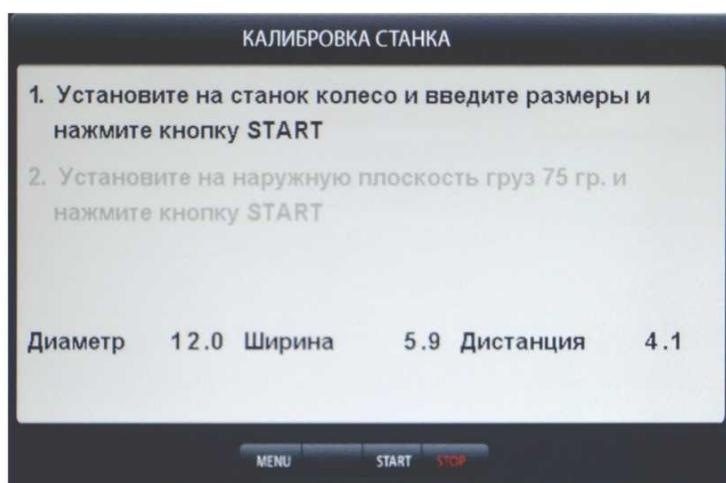

рис.19.1
КАЛИБРОВКА СТАНКА (рис.19.1).
22.5. Запустите СБ, нажав кнопку «START». После первого цикла в окне рис.19.1 высветится второй пункт «Установите на наружную плоскость калибровочный груз и нажмите кнопку «START».